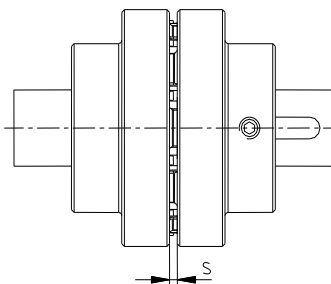

図 20: カップリングの取付け
- 距離寸法 s になるように駆動機を軸方向に移動して下さい。(図 20 をご参照)
- 駆動機が固定されていて動かせない場合は、距離寸法 s になるようにハブを軸上で移動して下さい。(図 20 をご参照)